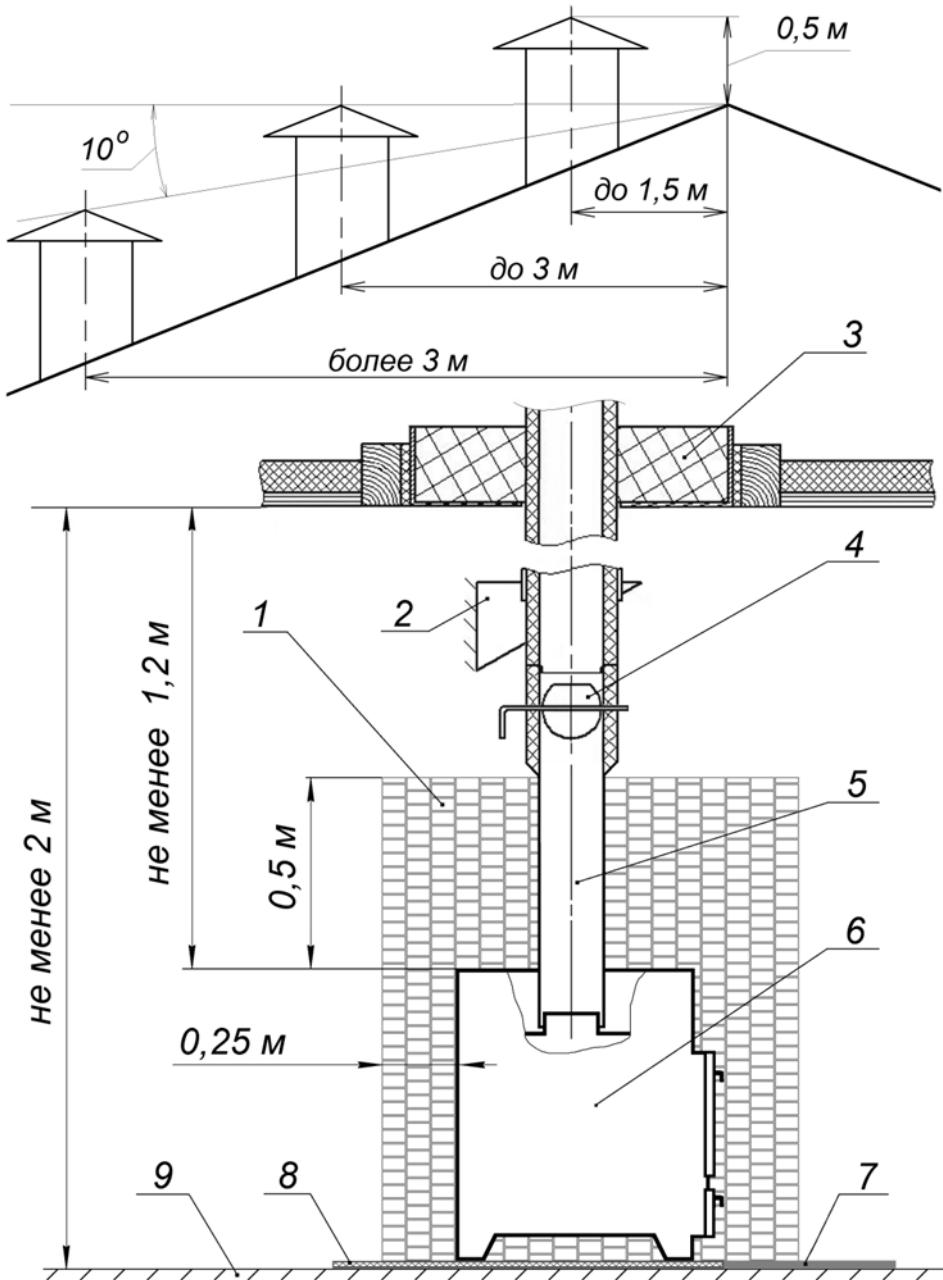

Рисунок 4. Присоединение печи к дымовой трубе.
- 5.6.** Стены из горючих материалов защищают кирпичной кладкой в один кирпич: от пола до уровня 0,5 м выше верхнего края печи (см. рис. 4, поз.1).
5.6. Стены из горючих материалов защищают кирпичной кладкой в один кирпич: от пола до уровня 0,5 м выше верхнего края печи [см. рис. 4, поз.1].
5.8. Высота стен не менее 2 м [см. рис. 4].
5.11. При проходе трубы через потолок необходимо выполнить разделку [см. рис. 4, поз.3]. Устройство разделки выполняется в соответствии с действующими СНиП и требованиями пожарной безопасности.
5.12. Дымовая труба должна быть теплоизолирована, за исключением нижней секции, примыкающей к печи [поз. 5, рис. 4]
5.17. Печь должна быть разгружена от веса дымовой трубы [рис.4, поз.2].
5.18. Дымовая труба должна быть оснащена шибером [рис. 4, поз. 4].